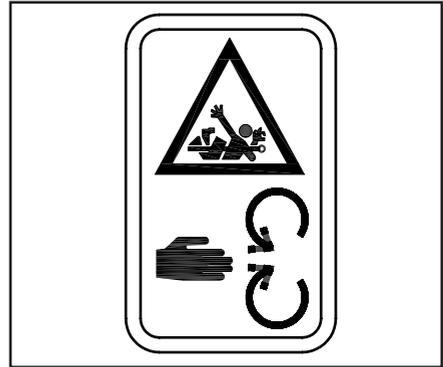

Fig. 2.27
28.3 Danger d'entraînement (Fig.2.27)